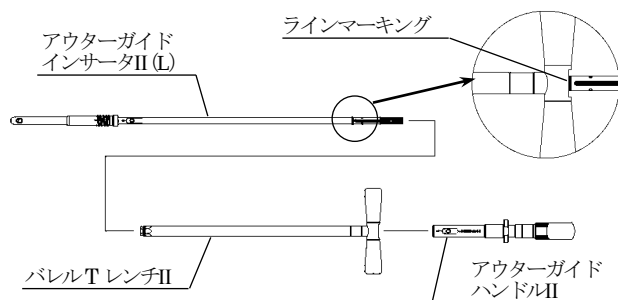

図9
- 2) インサータII (L) にバレルTレンチIIを挿入し、Tレンチ後端をインサータII (L) のラインマーキングに合わせてからハンドルIIを接続します。(図9)